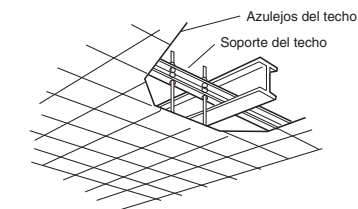

Fig. 3-18
- Utilice los soportes del techo existentes o construya un soporte adecuado tal y como se muestra en la Fig. 3-18.